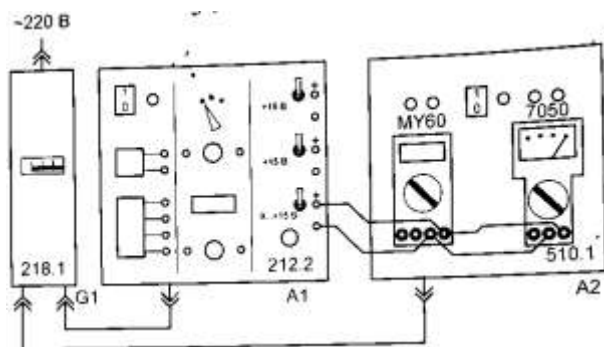

Рисунок 10 – Схема калибровки вольтметра
– соедините аппаратуру в соответствии со схемой электрических соединений (рис.10).